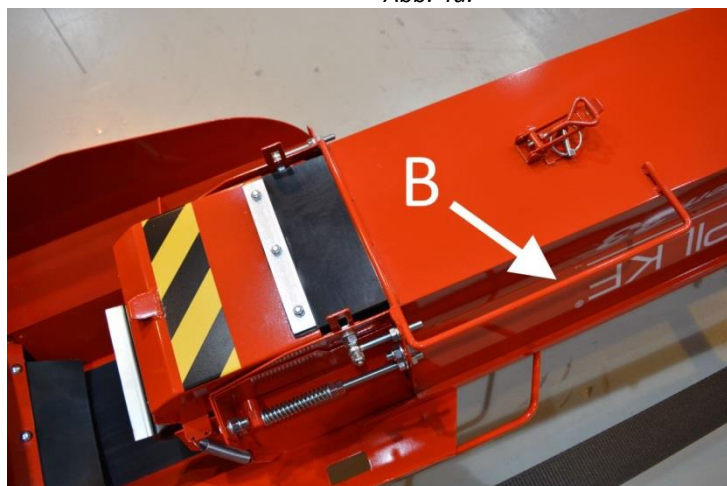

Abb. 4b.
4. Schwenken Sie das Oberteil des Förderers mit dem in Abb. 4b abgebildeten Griff B in Betriebsposition.